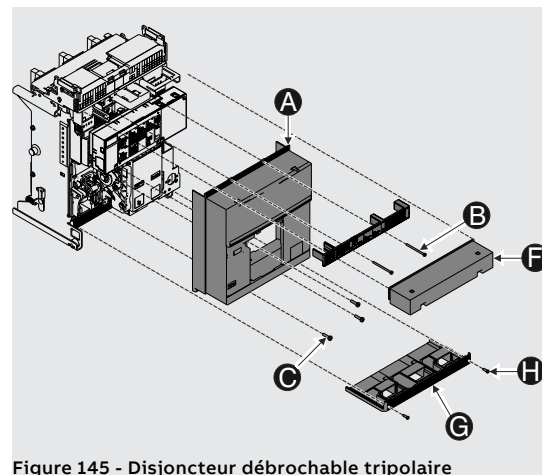

Figure 145 - Disjoncteur débrochable tripolaire
3. Avec disjoncteur dans la version débrochable (Figure 145 - Disjoncteur débrochable tripolaire), démonter la protection (F) et le cache-bornes (G) en enlevant les vis (H)